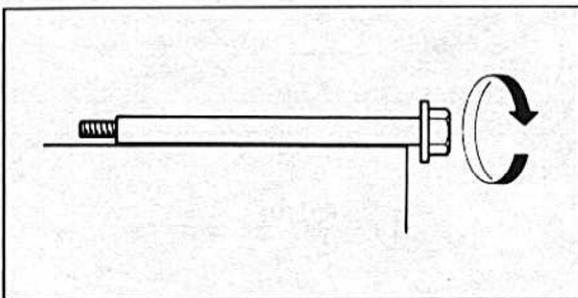

Bild 350
- Die Zapfenschraube auf eine Richtplatte legen und durch Drehen der Achse den vorhandenen Schlag feststellen (Bild 350). Krumme Achsen nicht richten, sondern gegen ein Neuteil ersetzen.